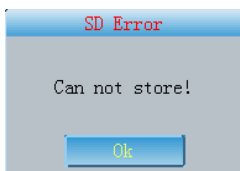

Fig. 7-30
(2) Se si seleziona la modalità “Only store” (Solo memorizzazione), quando non è presente una scheda SD o si verifica un errore nel funzionamento della scheda SD, verrà visualizzato il messaggio mostrato in Fig.7-30 per segnalare agli utenti che la memorizzazione è disabilitata a causa di un errore della scheda SD.